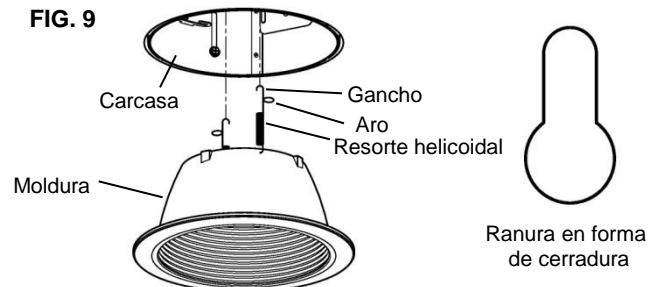

FIG. 9
- Después de instalar y terminar la superficie del techo, coloca la moldura en la carcasa. Inserta la punta de un lápiz en el aro de uno de los resortes helicoidales. Empuja el aro hacia arriba para estirar el resorte e inserta el gancho en una de las ranuras en forma de cerradura ubicadas en la placa del portabombillas. Repite este paso con el otro resorte helicoidal y la otra ranura en forma de cerradura para que la moldura quede fija en su lugar. (Fig. 9)